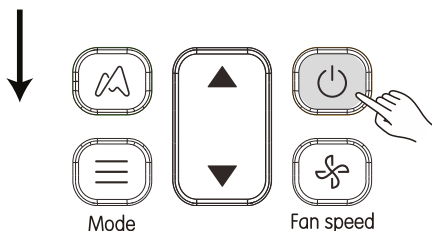

Abb. 4.2
- ② Wählen Sie durch Drücken von ▲ oder ▼ den Parameterwert aus.
- ③ Drücken Sie  oder warten Sie 5 Sekunden, sobald der gewünschte Wert ausgewählt ist. Der Parameterwert wird gespeichert. Die Vorgehensweise bei der Einstellung des Parameterwertes zeigt die Abbildung 4.2.